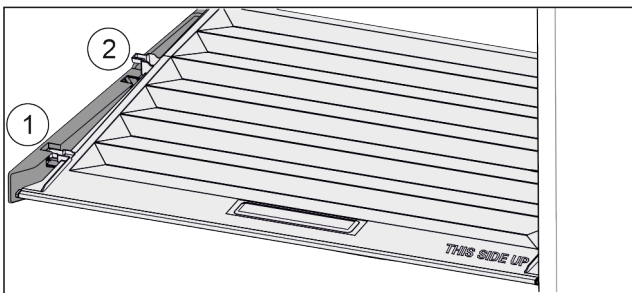

Fig. 115
- ▶ Deckel bis zur Öffnung in den Halteteilen nach vorne ziehen *Fig. 115 (1)*.
- ▶ Hinten von unten anheben und nach oben wegnehmen *Fig. 115 (2)*.